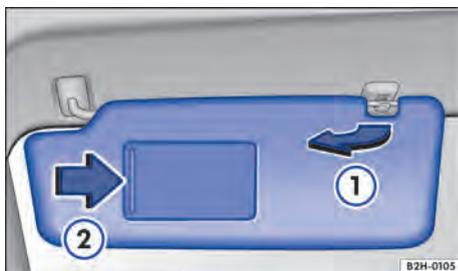

Fig. 83 No revestimento do teto dianteiro: para-sol.
- Desencaixar do suporte e rebater na direção das portas → Fig. 83 ①.
Para abrir, empurrar a cobertura no sentido da seta → Fig. 83 ②.